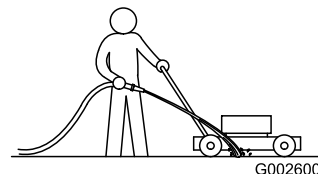

Рисунок 29
3. При работающем двигателе и включенном ноже направьте струю воды перед **правым** задним колесом (**Рисунок 29**).